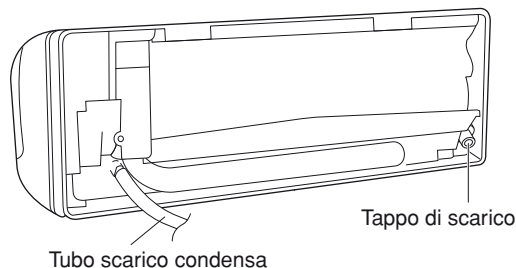

Fig. 39a
- (a) Stabilire la posizione del tubo flessibile di scarico e del tappo di scarico. (Fig. 39a)
- (b) Rimuovere la vite che fissano il tubo flessibile di scarico sul lato destro e togliere il tubo flessibile di scarico stesso tirandolo. (Fig. 39a)